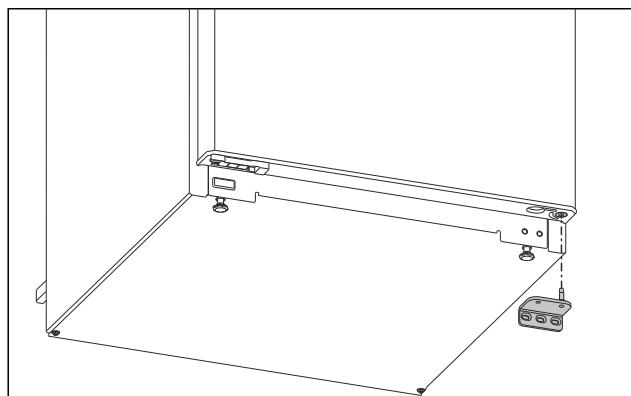

Fig. 5
- Desmontar el soporte del cojinete hacia abajo. (consulte Fig. 5)